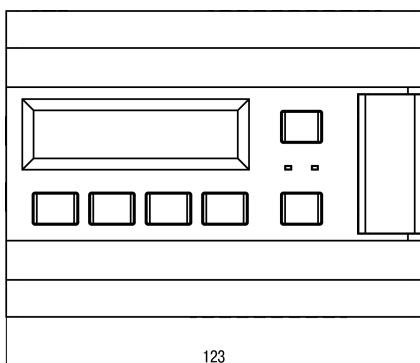

Рисунок 5.1 – Габаритный чертеж прибора
- Подготовить на DIN-рейке место для установки прибора в соответствии с размерами прибора (см. рисунок 5.1).